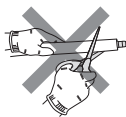

Fig. 1
- Nenupjaukite įrenginio vandens išleidimo žarnos. (Fig. 1)